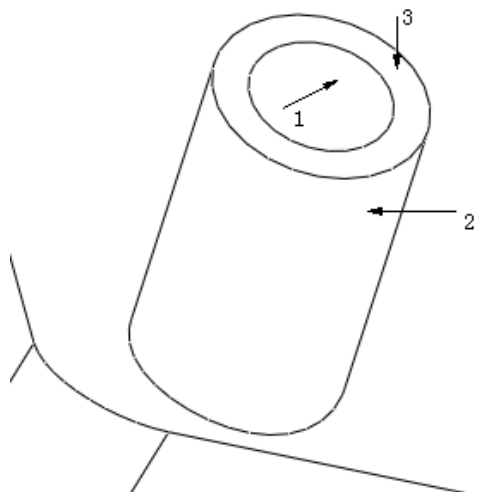

图 52-29
- (1) 单击特征工具栏中的 ，打开圆角特征操控板。
- (2) 如图 52-29 所示，按下 CTRL 键，依次选择箭头 1、2 指示的圆柱内外侧面，在【设置】选项卡中选择“完全倒圆角”，然后选择箭头 3 指示的面为“驱动曲面”。
- (3) 单击  按钮，完成全圆角特征的建立。